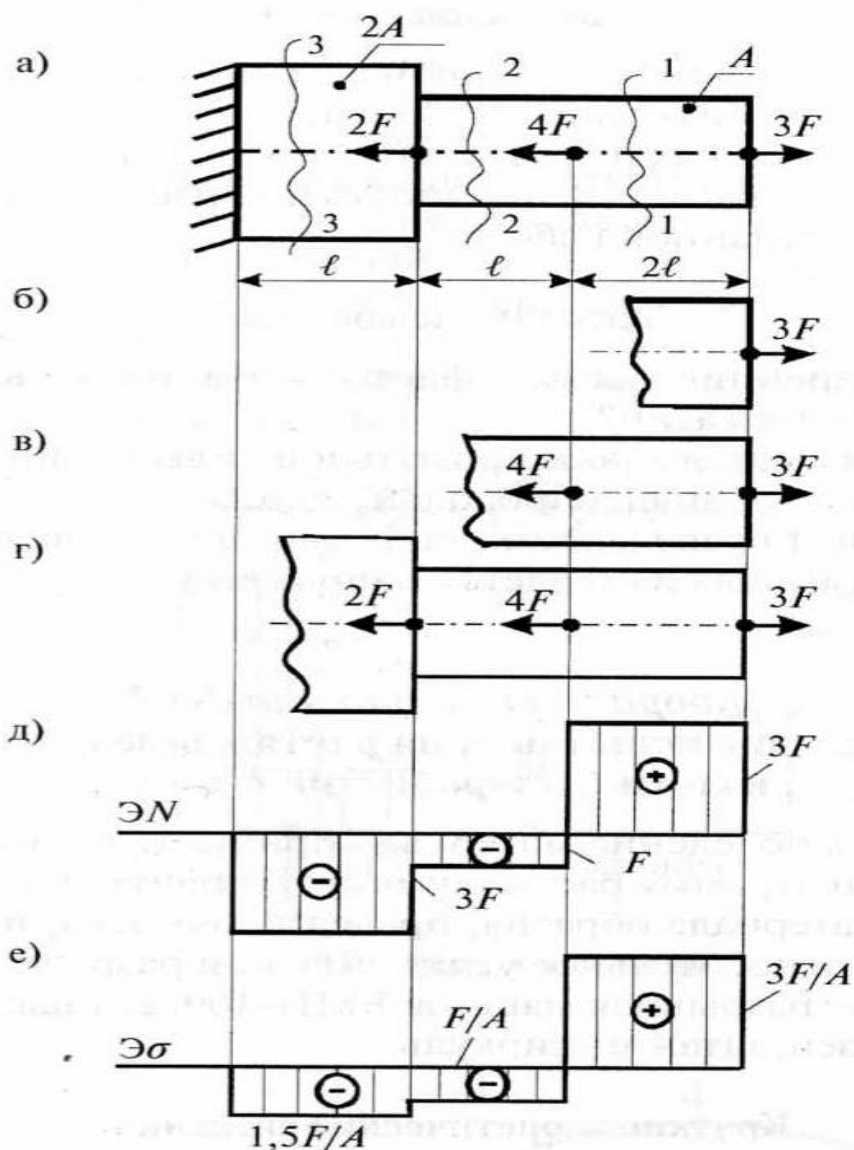

Рис. 12. Образец оформления графической части задачи.
Участок 1, сечение 1-1: $N_1 = +3F$ (растянут) (рис. 12б).
Участок 2, сечение 2-2: $N_2 = 3F - 4F = -F$ (сжат) (рис. 12в).
Участок 3, сечение 3-3: $N_3 = 3F - 4F - 2F = -3F$ (сжат) (рис. 12г).
При оформлении задачи, выполнение схем рис. 12б, 12в, 12г не является обязательным.
3. В произвольно выбранном масштабе строим эпюру N , подписываем ось эпюры (ΣN), проставляем в общем виде значения сил на участках и знаки, выполняем штриховку эпюры линиями перпендикулярными к оси эпюры (рис. 12, д). Проверяем правильность построения.
5. В произвольно выбранном масштабе строим эпюру σ . Подписываем ось эпюры ($\Sigma \sigma$), проставляем в общем виде значения напряжений на участках и знаки, выполняем штриховку эпюры линиями перпендикулярными к оси эпюры (рис. 12е). Проверяем правильность построения.